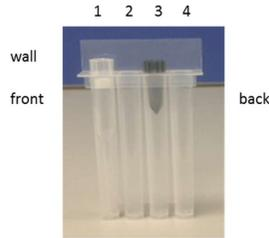

Figure 11 : Disposition des embouts sur la cassette d'embouts
S'assurer que l'embout (1) et le perforateur (3) sont positionnés comme illustré sur la figure ci-dessous (Figure 11).